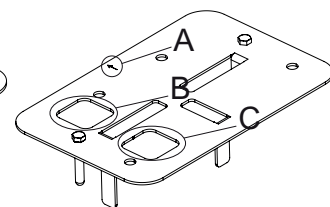

Fig. 4D
- 4) Posizionare la piastra in modo che la freccia sulla piastra (rif. A) sia rivolta verso la cremagliera (Fig. 4D).
- 5) Inserire i tubi corrugati per il passaggio dei cavi nell'apposito foro quadrato (rif. B), il foro permette il passaggio di un corrugato da 32 mm e di uno da 25 mm. Dovesse essere necessario inserire altri tubi corrugati, liberare il secondo foro quadrato (rif. C) presente nella piastra (Fig. 4D). I tubi corrugati devono fuoriuscire dalla piastra di 5 cm.